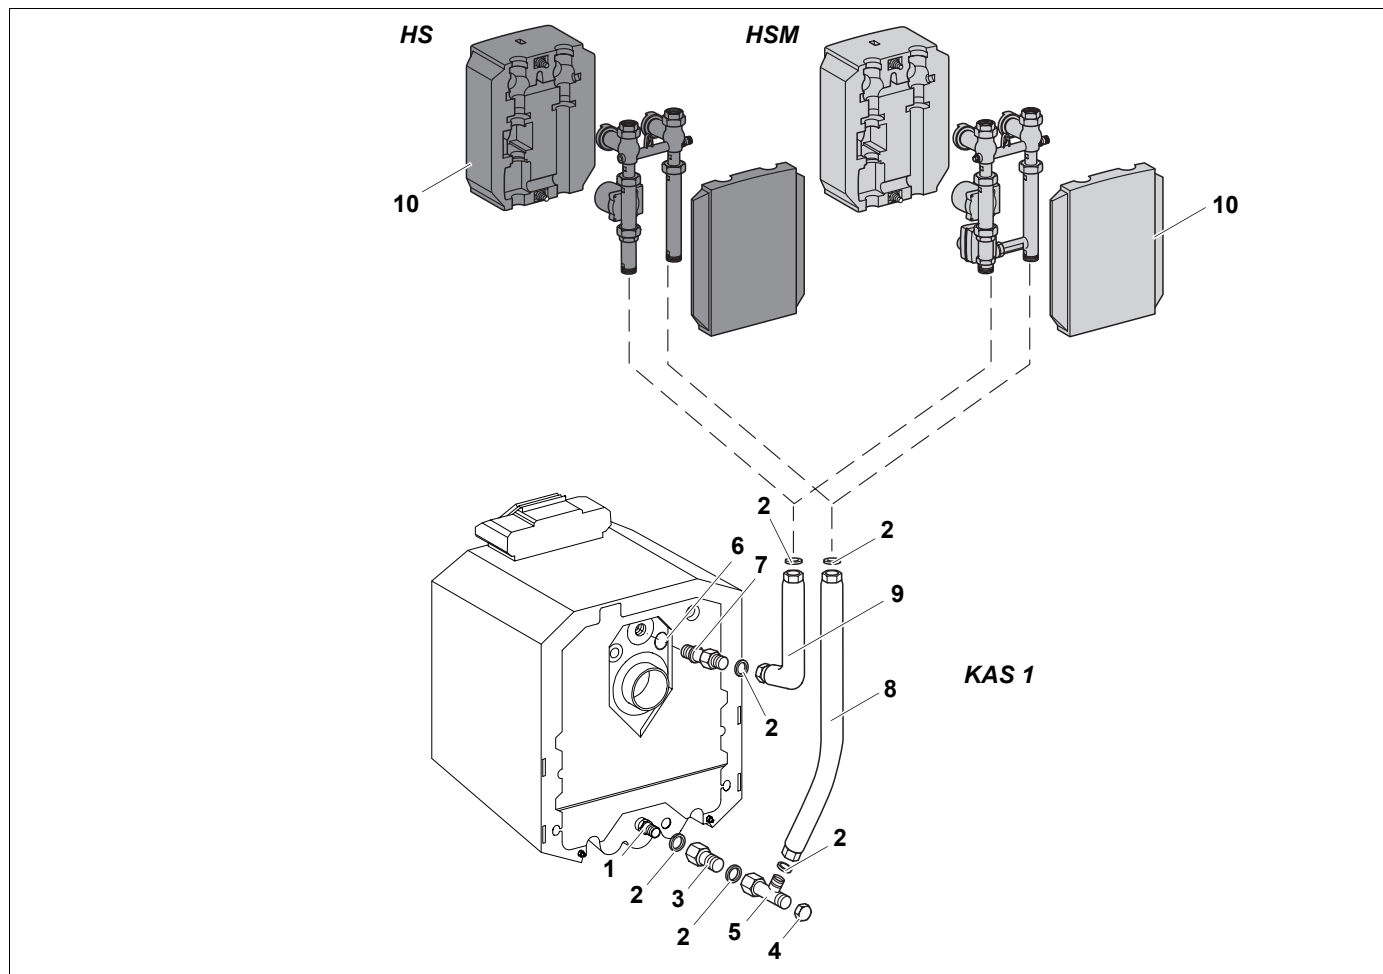

Рис. 3 Установка сзади
Экспликация к рис. 3
- Вкрутить штуцер с резьбой (7) вместе с установленным кольцом (6) в отверстие подающей линии котла.
- В накидную гайку на короткой стороне трубы подающей линии (9) установить уплотнение (2). Слегка прикрутить трубу подающей линии (9) к штуцеру с резьбой.
- Установить уплотнение между удлинительным элементом (3) и сгоном питательного трубопровода (1) обратной линии котла и прикрутить их друг к другу.
- Установить уплотнение в резьбу тройника (5) и слегка прикрутить тройник к удлинительному элементу (3).
- Приложить трубу обратной линии (8) к боковому отводу тройника (5) так, чтобы короткая сторона была направлена вниз, вложить уплотнение (2), выровнять и скрутить их.
- Длинную сторону трубы обратной линии (8) выровнять в вертикальном положении и крепко прикрутить удлинительный элемент (3) и тройник (5).
- Прикрутить сзади к тройнику (5) торцевую крышку (4).
- Установить на трубы комплект подключения отопительного контура без смесителя (HS) или со смесителем (HSM) в соответствии с рис. 3, прикрутить их и проверить на плотность.
- Надеть с двух сторон соответствующую комплектам подключения отопительного контура теплоизоляцию (10) и слегка стянуть пластмассовыми болтами.